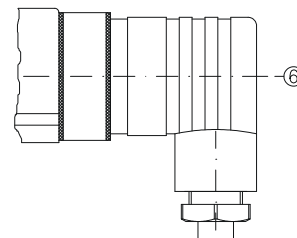

Fig. 12
- ✚ Enfiler la boîte de raccordement ② dans le connecteur de l'appareil ① et serrer la vis centrale ⑥ (⇒ Fig. 12).